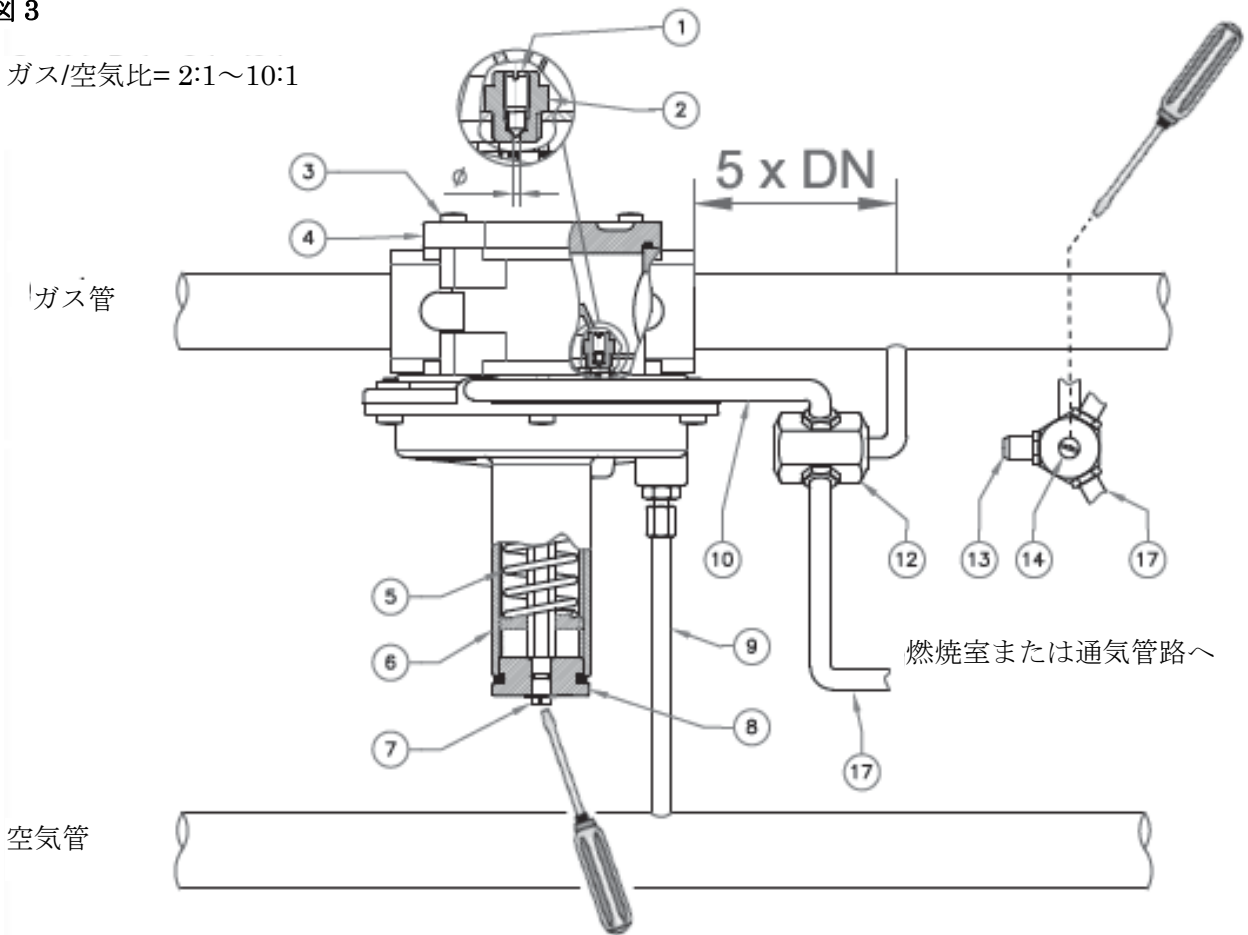

図 4
- ・比率キット (12) を設置する前に、均圧弁の下流の管 (10) を直接接続してガス/空気比 = 1:1 均圧弁を正確に較正しなければなりません。
- ・特殊接続によって、通気管路を持つ、または通気管路につながる燃焼室の中に通気管 (17) を向けます。
- ・圧力計を使用してガス出口圧力および空気圧をチェックし、調整ねじ (14) を回して必要なガス/空気比にします。
5.4 - ゼロレギュレータ (図 4)